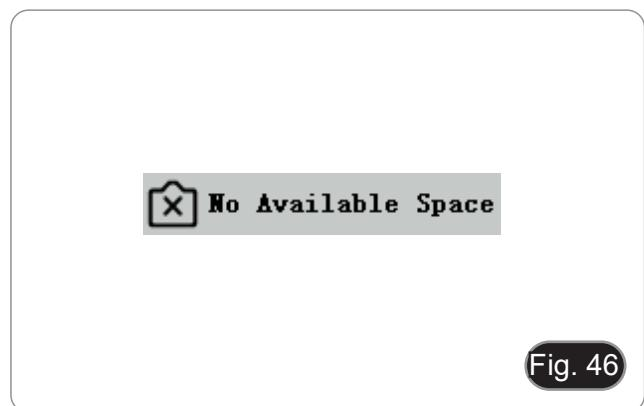

Fig. 46
2. Ao premir o botão de pressão, gravar vídeos, e tirar fotografias a uma hora fixa, será exibido “No Available Space” (Fig. 46). Por favor, libertar algum espaço no cartão SD antes de inserir o cartão na câmara para utilização.